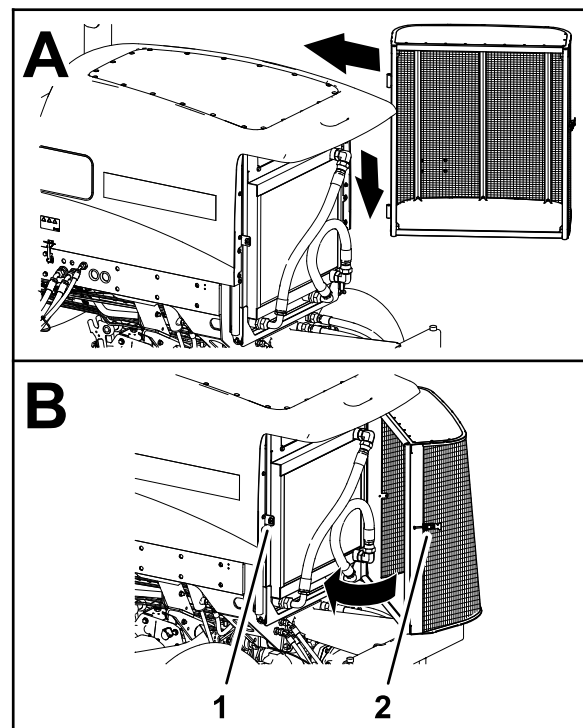

Figura 111
8. Monte la rejilla en los goznes (Figura 111).